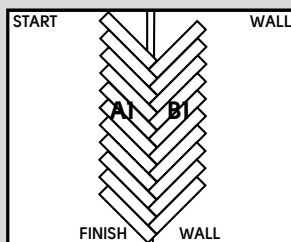

Fig. 6
7. Continúe instalando tablonces sin cortarlos, trabajando en direcciones opuestas. Compruebe que los tablonces están rectos sobre las líneas (fig. 6).